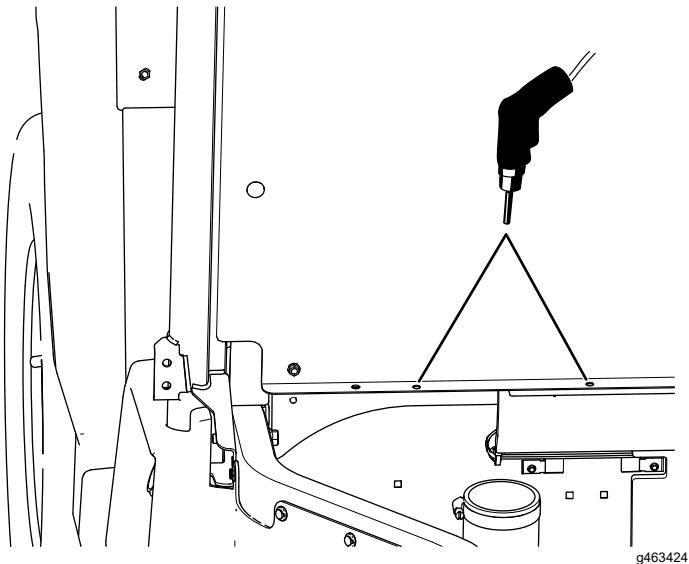

Figure 64
D. Déplacez le capot d'admission CVT et percez les 2 trous (11/32 po) dans le panneau du siège (Figure 64).